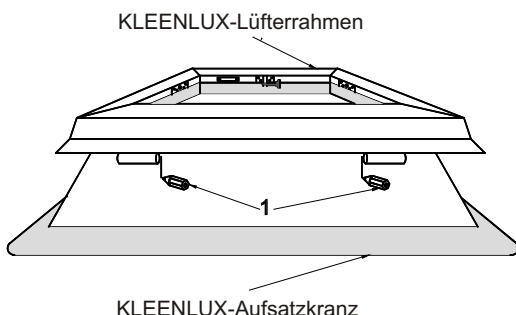

Abb. 3: Anzeichnen der Scharnierpositionen.
- ➌ Vermitteln Sie die unteren Scharnierteile in der Führung der oberen Scharnierteile und zeichnen die Position am Aufsatzkranz an (Abb. 3, Pos. 1).